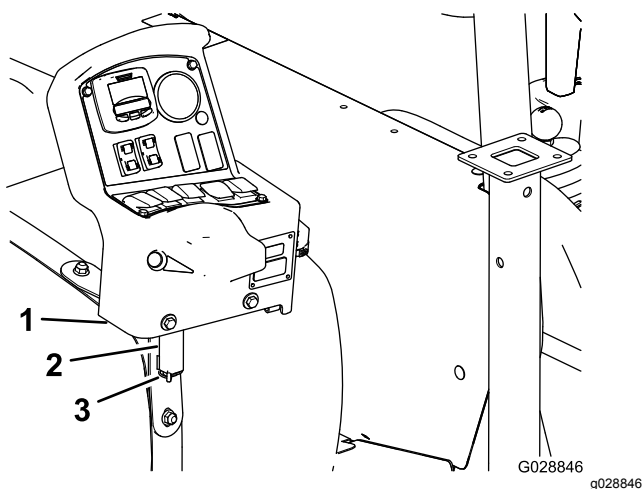

Figura 6
2. Alinee el pasador de giro de la consola de control con el soporte de almacenamiento del fleje delantero del depósito (Figura 6).
3. Monte la consola en el soporte y sujete el pasador de giro al soporte con la claveta (Figura 6).